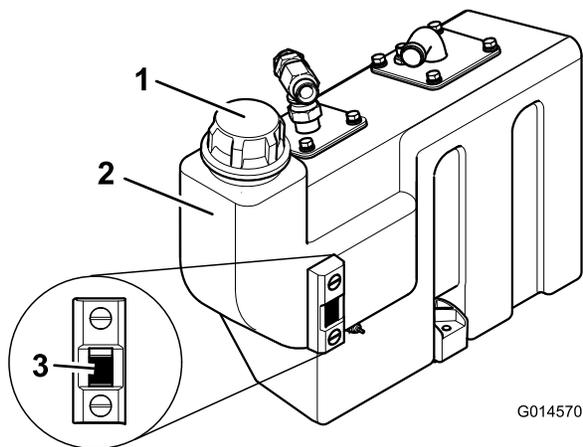

Figura 24
3. Se for necessário óleo hidráulico, limpe a área em redor da tampa do depósito hidráulico (Figura 24). Retire a tampa do depósito.